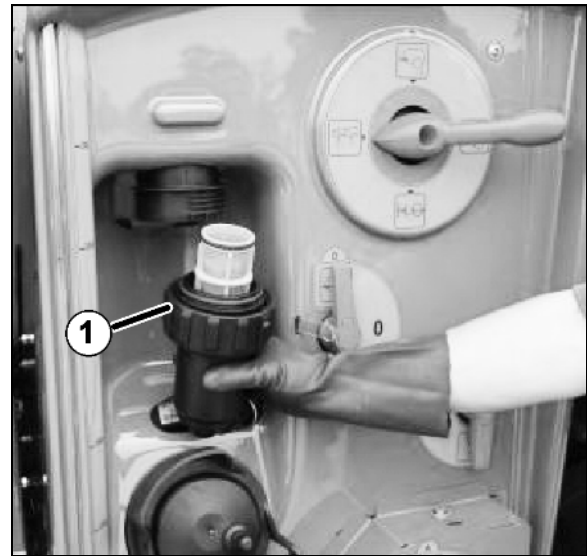

Fig. 136
2. Fjern trykkfilteret (Fig. 136/1) og rengjøre det med vann.